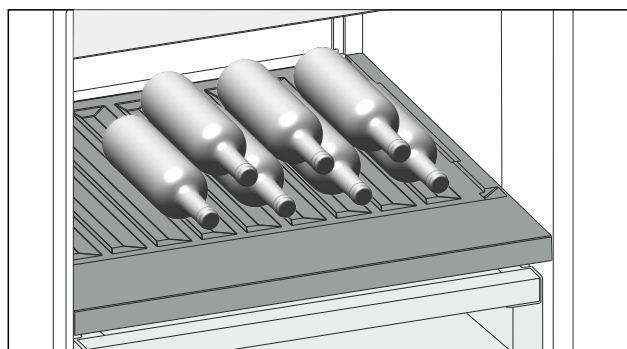

Fig. 97
- ▶ 将瓶底向后对着后壁放入瓶子。(参见 Fig. 97)